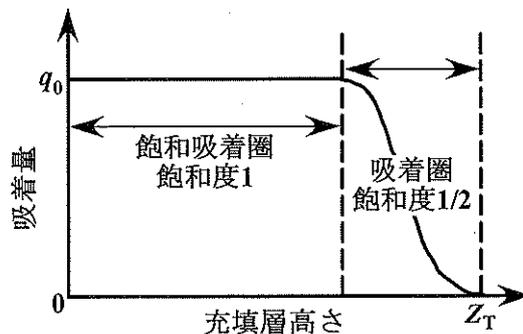

図3 破過点における固定層内吸着量分布
- (1) $\boxed{\text{ア}}$ に入る適切な数式を答えなさい。
- (2) $K_F a$ の単位を答えなさい。
- (3) $[\text{HTU}] = 0.050 \text{ m}$ 、吸着等温式は $q = 100C^{0.2}$ とする。吸着圏長さ Z_a を求めなさい。
- (4) 1000h で出口フェノール濃度が C_B に到達した。活性炭充填カラムの高さを求めなさい。ただし、飽和吸着圏での飽和度を1、吸着圏での飽和度を1/2とする (図3参照)。